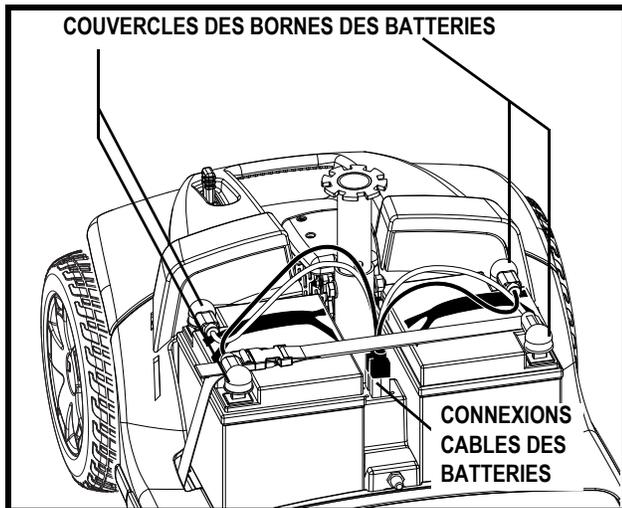

Figure 11. Enlèvement/installation des batteries
3. Débranchez les câbles à batteries en tirant droit vers le haut. **Voir la figure 11.**